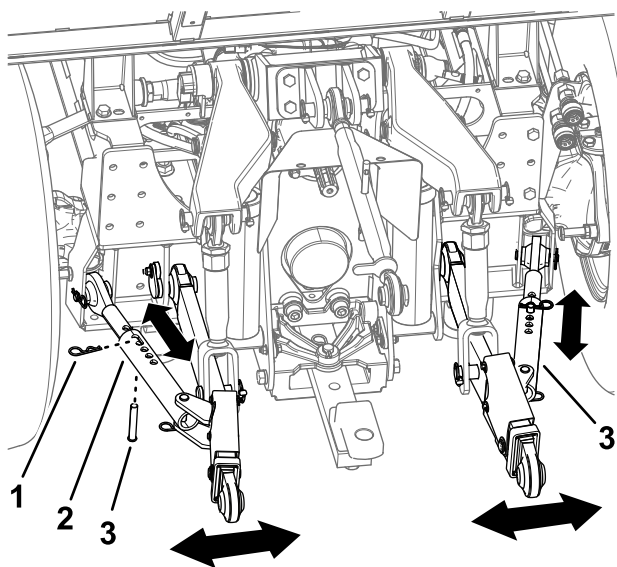

Figure 25
1. Retirez la goupille fendue et l'axe de chape de chaque barre stabilisatrice (Figure 25).
2. Sortez plus ou moins la barre stabilisatrice jusqu'à ce que l'outil soit de niveau (Figure 25).
3. Une fois le réglage effectué, fixez la barre stabilisatrice avec la goupille fendue et l'axe de chape (Figure 25).